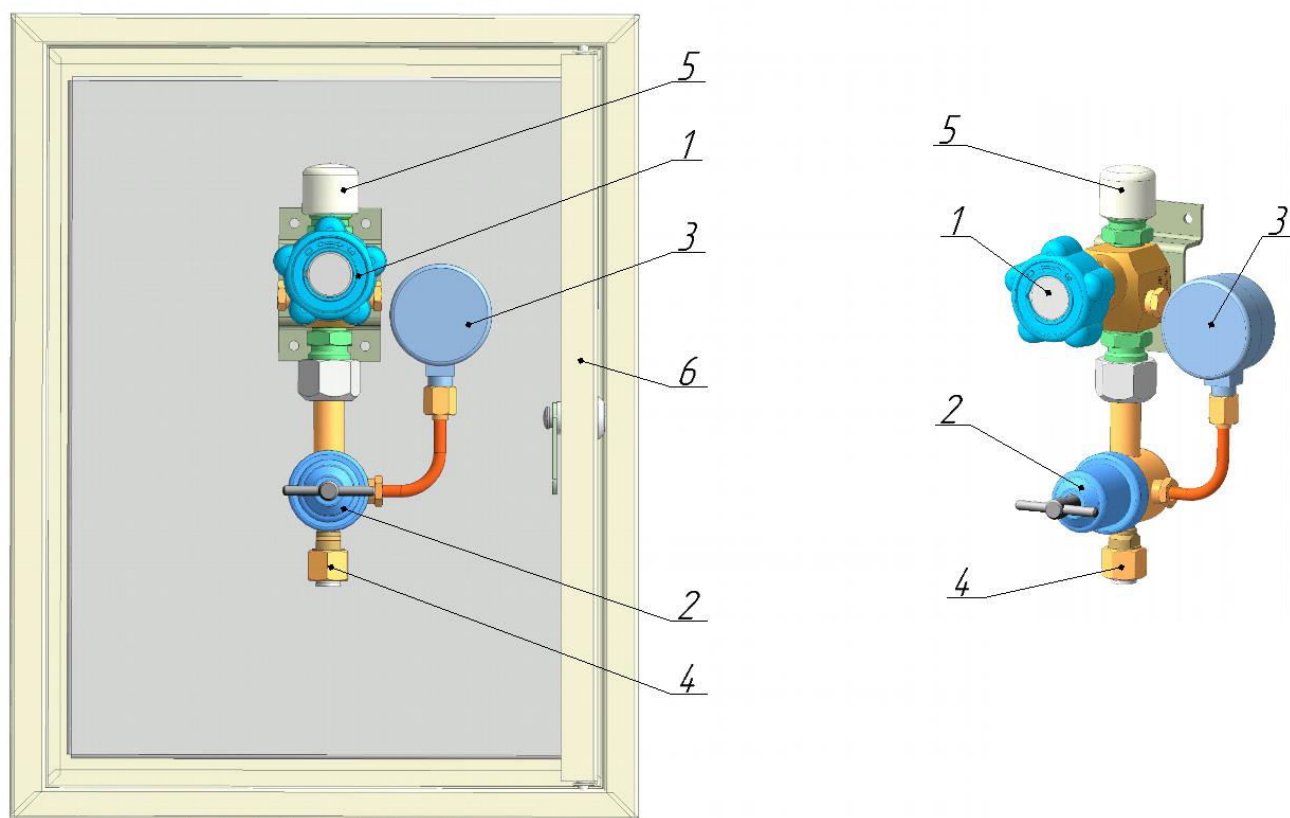

Рис.1 Пост газоразборный: а - ПГУ-10-3; б - ПГУ-10
4.1 Внешний вид поста показан на рис. 1